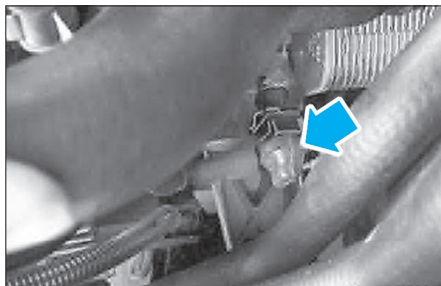

Fig. 38
- Débrancher le connecteur et déposer le manométrique de pression d'huile (Fig.38).